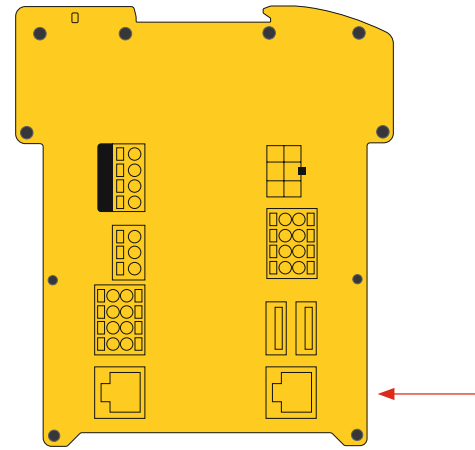

Abbildung 22: Anschluss des Netzkabels am Ladecontroller
3. Führen Sie das Netzkabel in den Netzwerkanschluss des Ladecontrollers ein (Abbildung 22). Achten Sie auf eine ordnungsgemäße Verriegelung des Steckers.
2. Stecken Sie den RJ45-Stecker des Ladecontrollers in die RFID-Platine (Abbildung 22, Anschluss B).